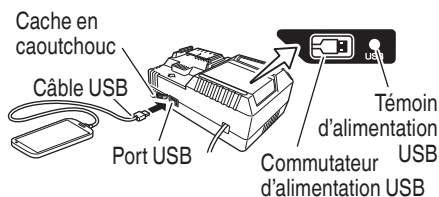

Fig. 8
- (2) Mettez le commutateur d'alimentation USB sur marche (Fig. 8)
- (3) Connectez le câble USB. (Fig. 8)
- Mettez le commutateur d'alimentation USB sur arrêt et débranchez le câble d'alimentation de la prise électrique. (Fig. 8)